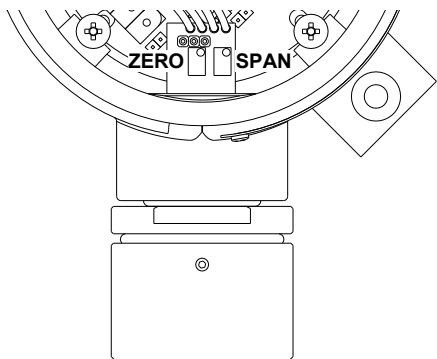

Fig. 9a: Posizione del controllo di Zero e Span sul sensore per gas Tossici.
- Con il trasmettitore in aria pulita, ruotare il trimmer 'ZERO' (vedi Fig. 9a) in senso antiorario fino a che la corrente si ferma ad un valore minimo (circa 4.00mA), poi girare il trimmer in senso orario fino ad avere un leggero aumento del valore (es: 4.10mA), poi girare lentamente il trimmer in senso antiorario fino a portare la corrente quanto più possibile vicino al valore minimo (es: 4.00mA) senza oltrepassare questo valore.